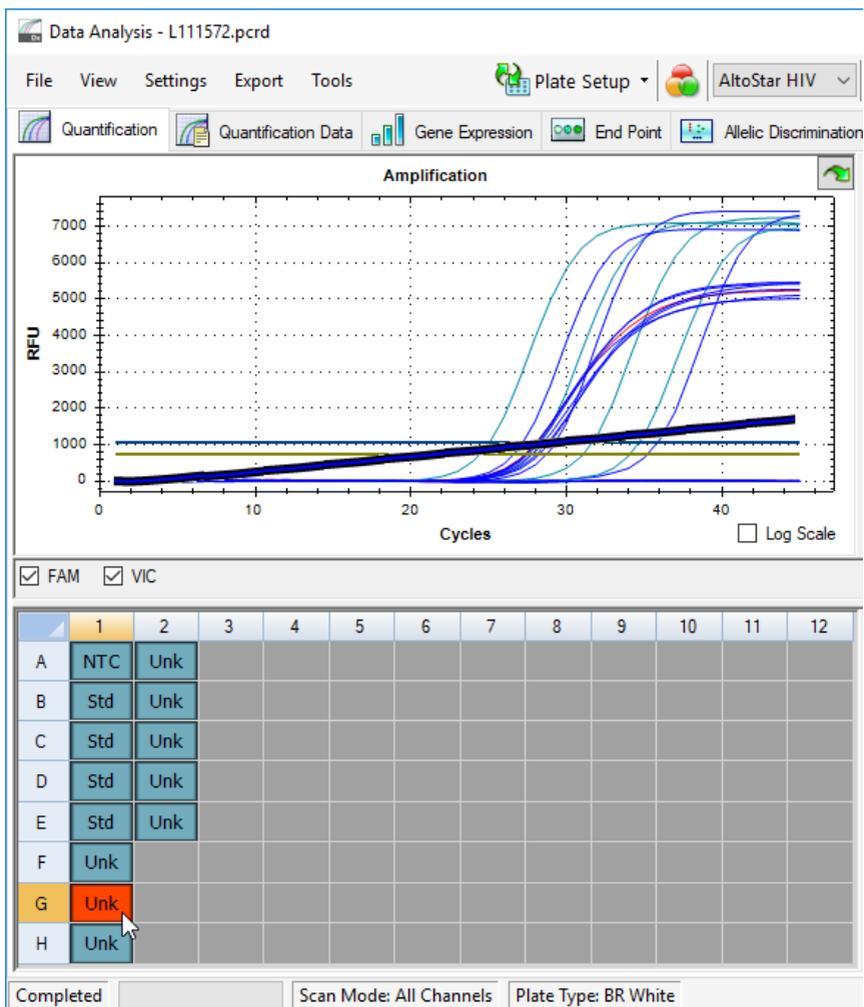

Figure 6: Fenêtre Data Analysis (Analyse des données) : signal PCR irrégulier
2. Identifiez les puits présentant des signaux PCR irréguliers (augmentation linéaire du signal, pics de signal, etc.) dans l'un des canaux de détection FAM™ (cible HIV) et VIC™ (IC) (voir la figure 6).